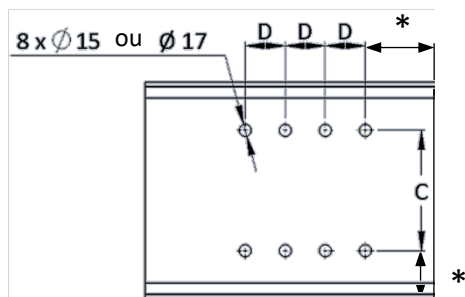

Figure 11
- Percer les longerons et les platines (voir Fig. 11, 12, 13 et 14).